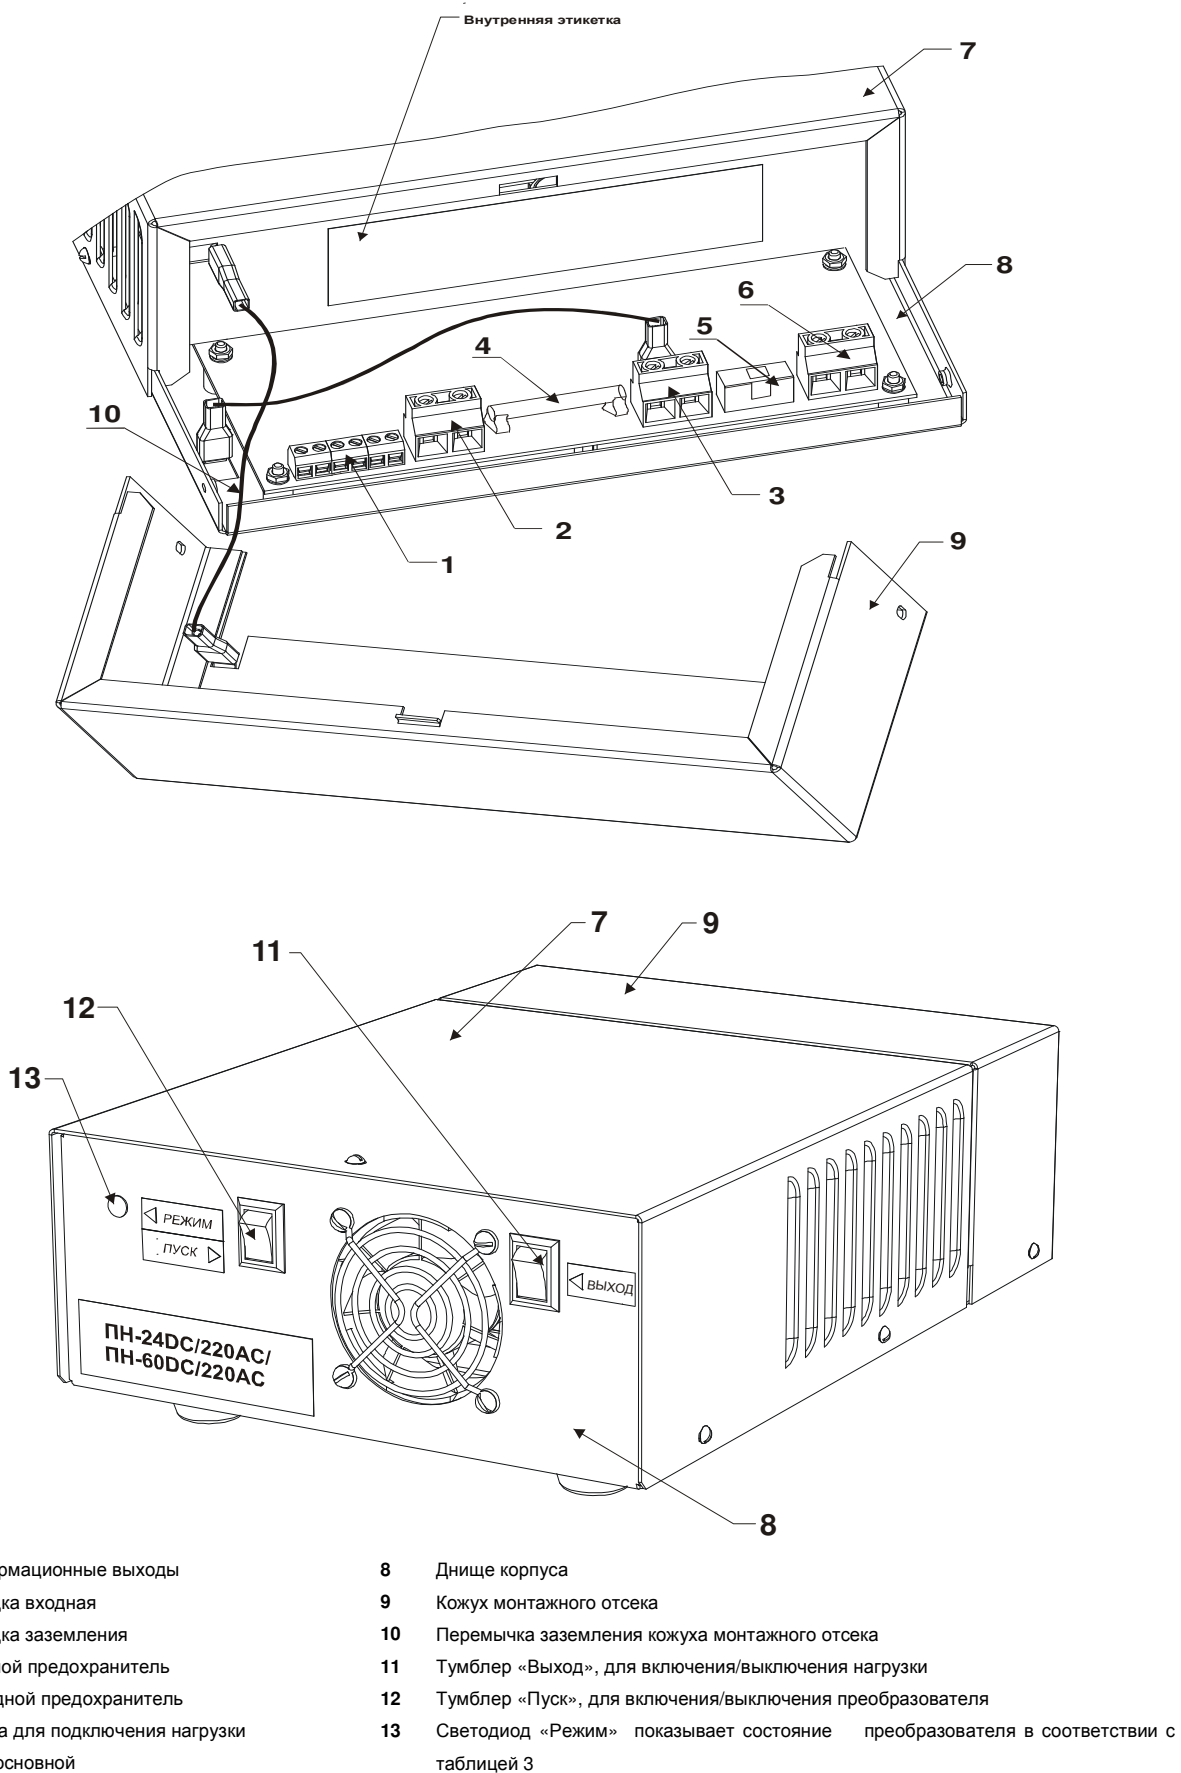

Рисунок 6
- 5.6. Снимите кожух монтажного отсека поз.9 рисунок 6 приложения А для доступа к элементам коммутации и защиты. При необходимости отсоедините перемычку заземления поз.10 рисунок 6 приложения А.
- 6.3. Закройте кожух монтажного отсека поз.9 рисунок 6 приложения А, подсоединив к нему перемычку заземления поз.10 рисунок 6 приложения А, если она была отсоединена.